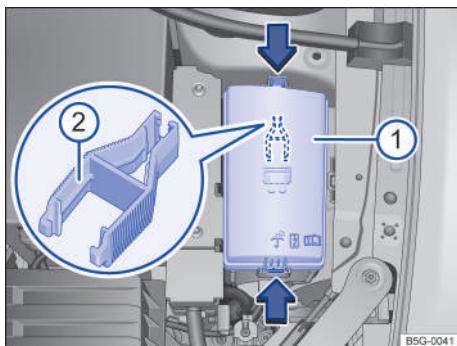

Fig. 158 En el compartimiento del motor: cubierta ⓘ de la caja de fusibles con pinza de plástico ②.
- Presionar las trabas en el sentido de la flecha → fig. 158 ⓘ, para desbloquear la cubierta de la caja de fusibles.
En el lado interno de la cubierta de la caja de fusibles en el compartimiento del motor puede haber una pinza de plástico → fig. 158 ⓘ para retirar los fusibles.